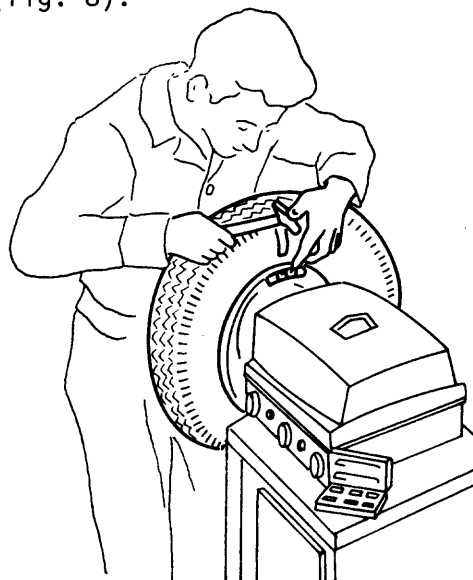

Fig. 8
- ___ d Saque el peso magnético y replácelo por un contrapeso de plomo equivalente (fig. 8).